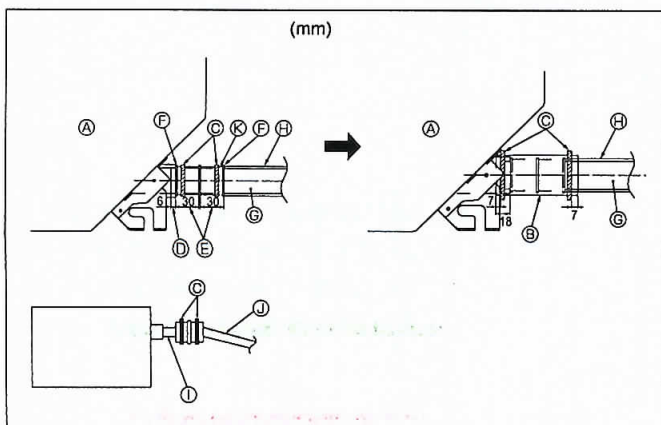

Fig. 5-2
1. Podłączyć gniazdo spustowe (dostarczone z urządzeniem) do portu spustowego. (Fig. 5-2).